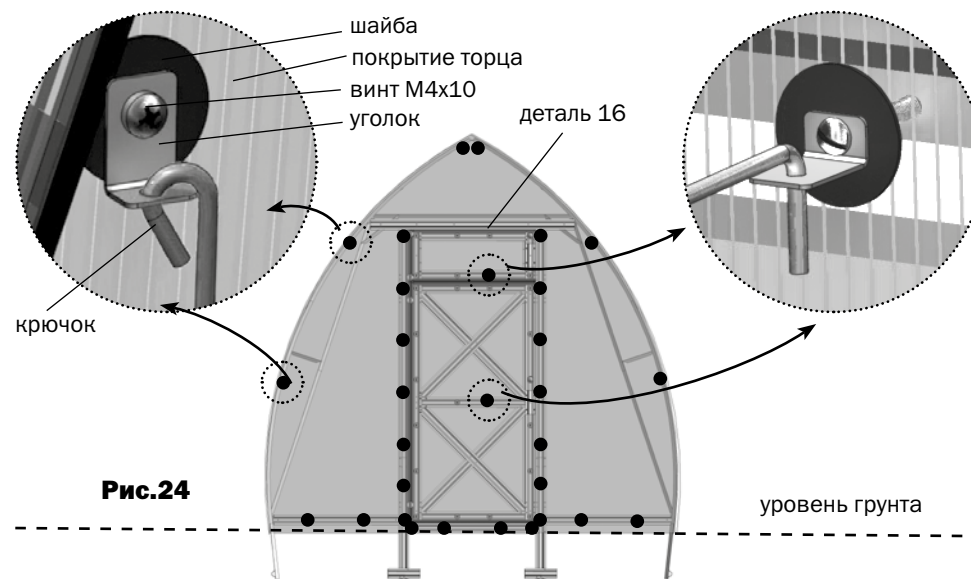

Рис.24
6. Установите накладку торцевую **16** на покрытие торца и закрепите ее на детали **5** через покрытие (рис.20 и рис.24). Под деталью **16** находится стык кусков покрытия торца.
8. Шайбы на торце установите в соответствии с рис.24.
9. Установите уголок для крючков на торце и двери для фиксации ее в открытом состоянии рис.24